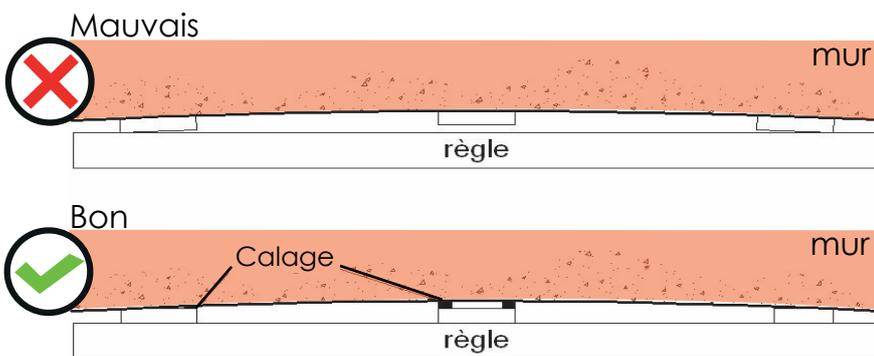
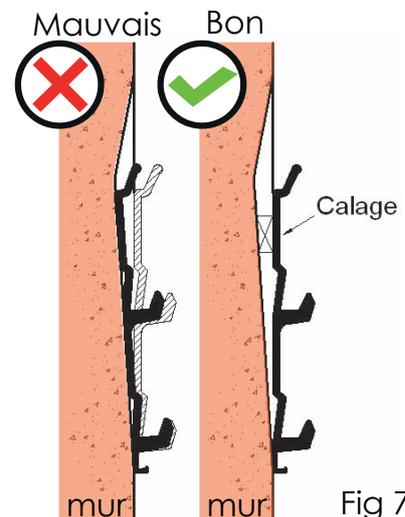

Fig 6
Fig 7
**7 -** Contrôler le bon positionnement des supports à l'aide d'une règle de maçon ou, à défaut, d'un cordeau. Ces derniers doivent être parfaitement alignés et de niveau rigoureusement égal sur le plan horizontal (fig 6) et sur le plan vertical (fig 7).